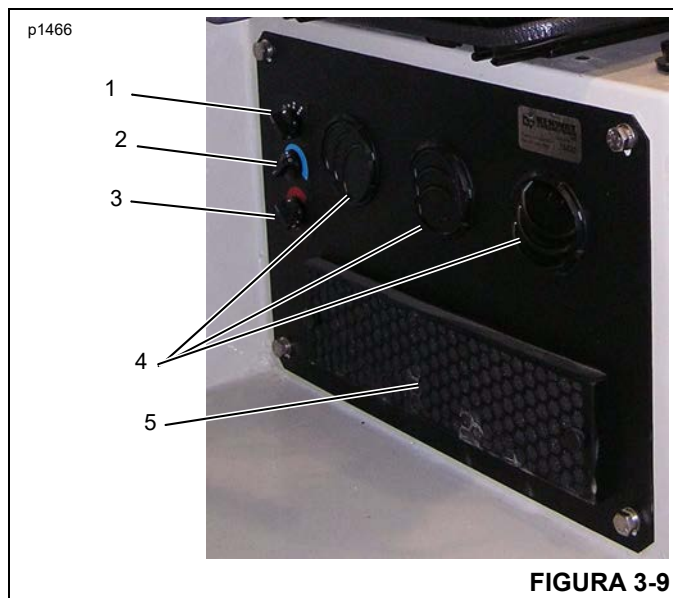

FIGURA 3-9
A chave do ventilador (1) (Figura 3-9) é uma chave de quatro posições que controla a velocidade do ventilador.